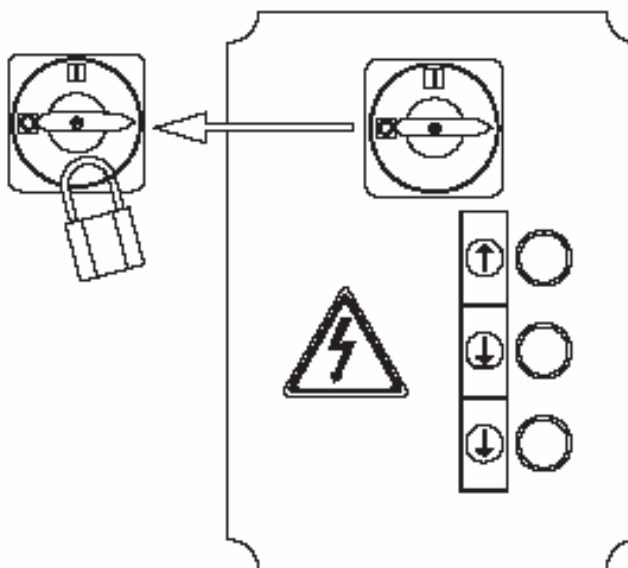

Рисунок 56.
- Главный выключатель на панели управления должен быть замкнут в положении "0" с помощью замка (Рисунок 56).